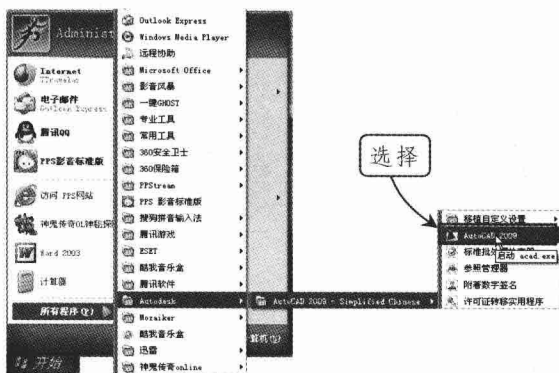
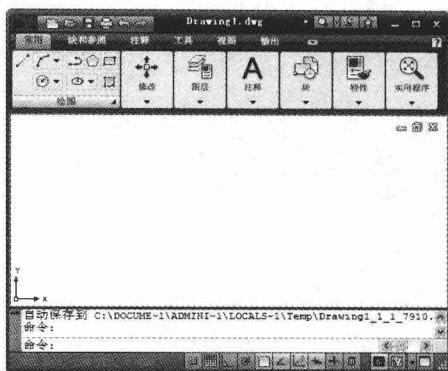

图 1-2 从“开始”菜单启动软件
图 1-3 启动 AutoCAD 2009
Step 1 单击 **开始** 按钮，选择【所有程序】/【Autodesk】/【AutoCAD 2009-Simplified Chinese】/【AutoCAD 2009】命令，如图 1-2 所示。启动 AutoCAD 2009，界面如图 1-3 所示。